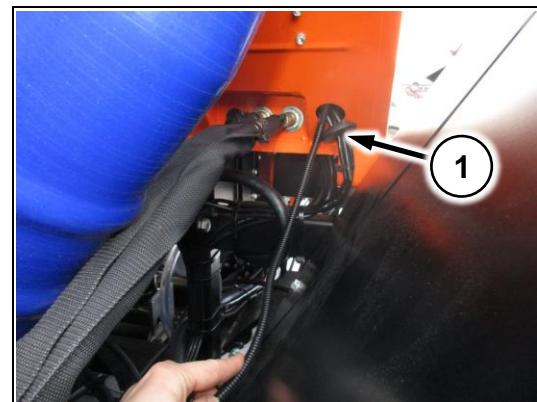

Рис. 148
- 5) Заведите жгут в кабину, в задней части (Рис. 148/1)